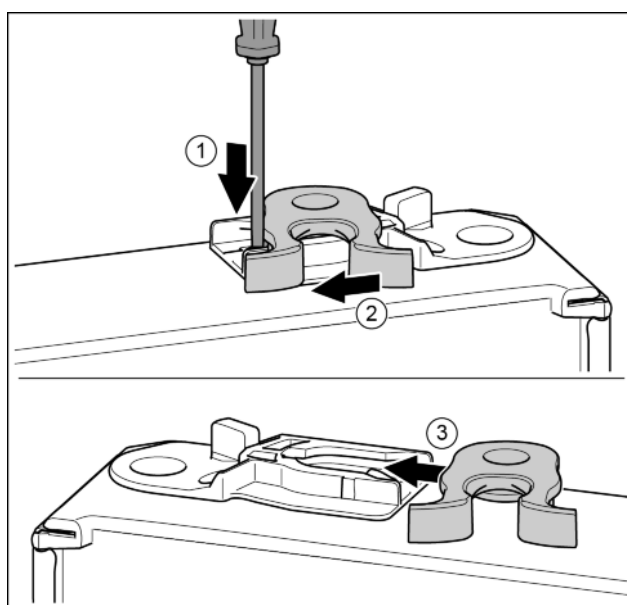

Fig. 18*
- ▶ Nakładkę wcisnąć w dół przy pomocy śrubokręta.* Fig. 18 (1)
- ▶ Haki zamykające wyjąć z prowadnicy.* Fig. 18 (2)
- ▶ Haki zamykające wsunąć w prowadnicę znajdującą się z drugiej strony.* Fig. 18 (3)